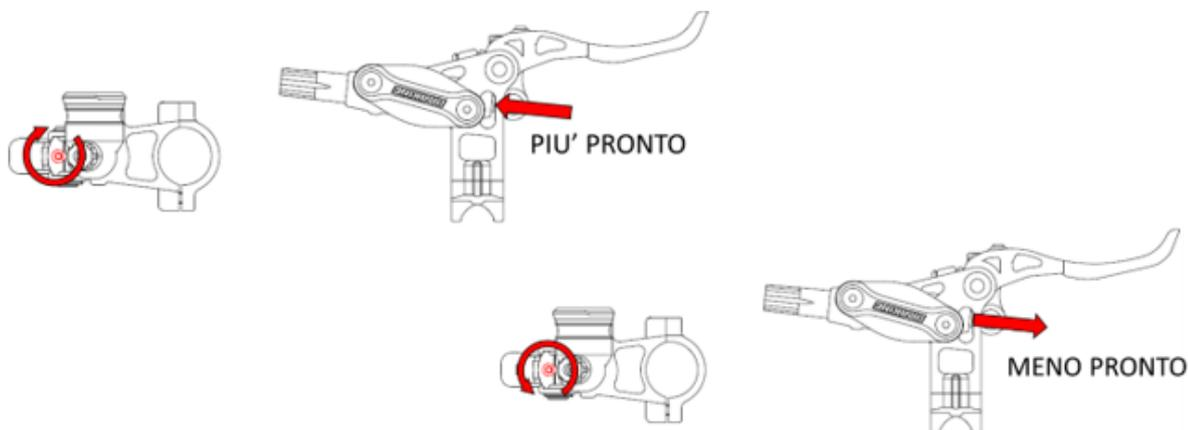

Figura 8: Regolazione corsa a vuoto del pistone pompa
- 2) A seconda del feeling desiderato, usare una chiave per inserti esagonali da 2mm per ruotare la vite di regolazione **B** in senso orario oppure antiorario, per avere rispettivamente maggiore o minore prontezza di frenata, come visto in **Figura 8**